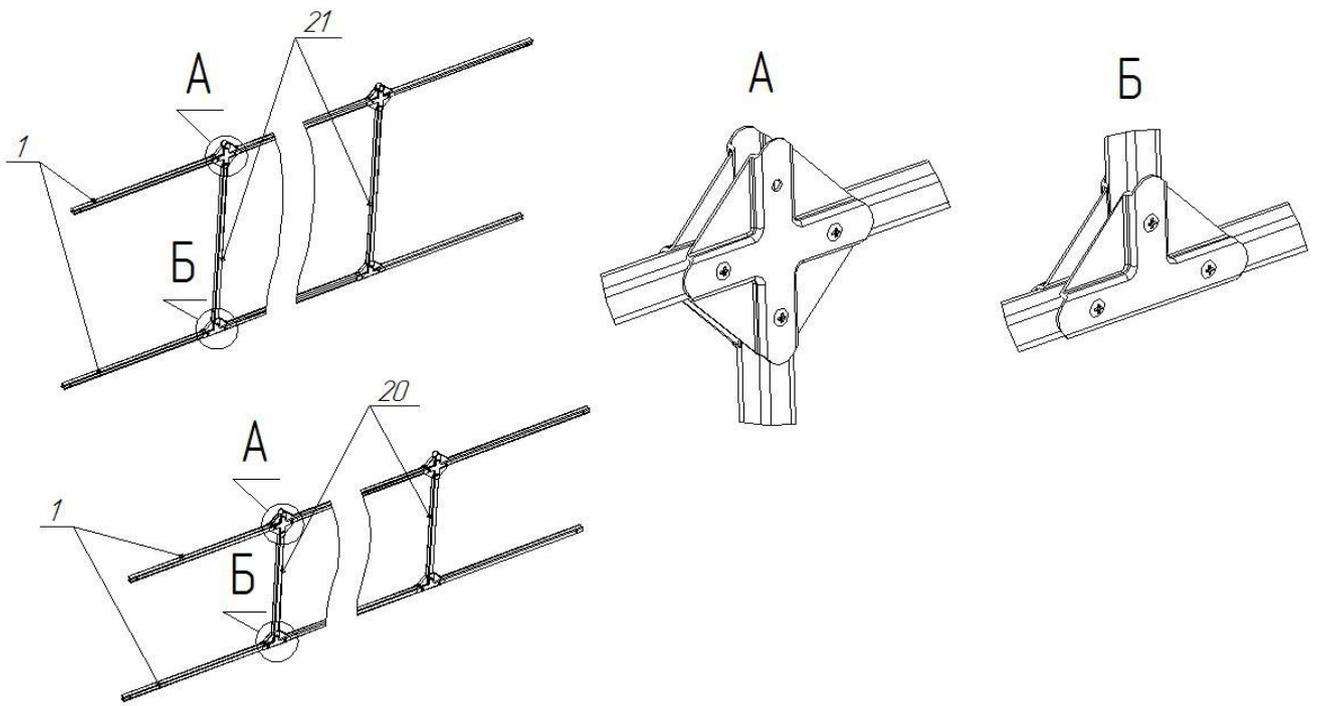

Рис. 2
6.2 Подготовьте к сборке боковые элементы теплицы, состоящие из боковых стрингеров 1 и надставок 20 и 21 (рис. 2). Длина теплицы определяется количеством стрингеров, собранных в один продольный элемент (для 4 метровой теплицы - 2 стрингера, для 6 метровой - три стрингера, для 8 метровой - 4 стрингера).